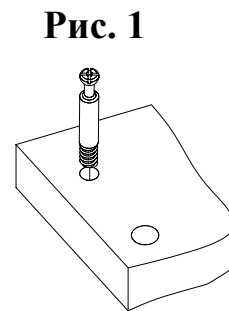
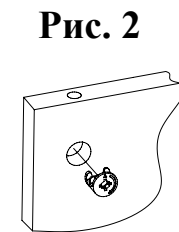

Рис. 1
Рис. 2
- 1) Вкрутите шпильки минификсов в детали 1, 2, 8 (Рис.1). Вставьте головки минификсов в детали 1, 2 и 4 (Рис.2).